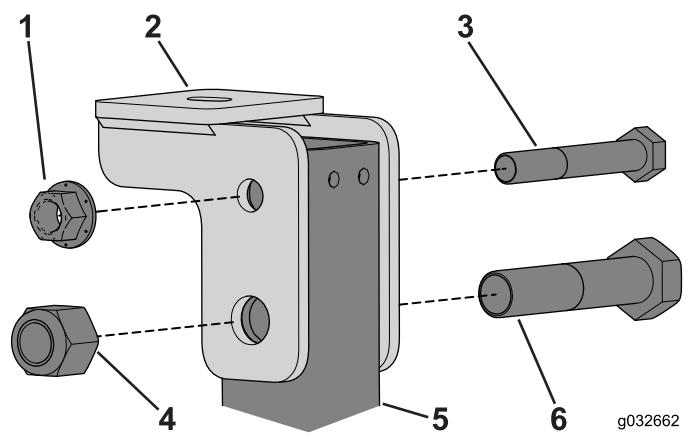

Bild 71
2. Montieren Sie die Befestigungshalterung der Kabine mit der Schraube ($\frac{1}{2}'' \times 3\frac{1}{4}''$) und ($\frac{3}{4}'' \times 3\frac{1}{2}''$) lose an jeder Seite des Überrollschatzrohrs (Bild 71).
6. Ziehen Sie die Schrauben und Muttern an, mit denen die Stützen der Kabinenbefestigung an den Überrollschatzstreben befestigt sind (Bild 71).